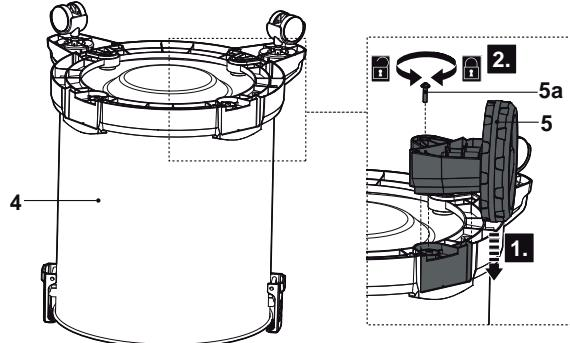

Fig. 3
- > Alinee y deslice las ruedas traseras (5) por los soportes. Las ruedas traseras y la base de la aspiradora están marcadas con los números 1 y 2. Introduzca la rueda 1 en la ranura 1 de la parte posterior de la aspiradora; introduzca la rueda 2 en la ranura 2 de la parte posterior de la aspiradora. Fije la conexión con los tornillos (5a) usando un destornillador de estrella adecuado (Fig. 3 y 4).